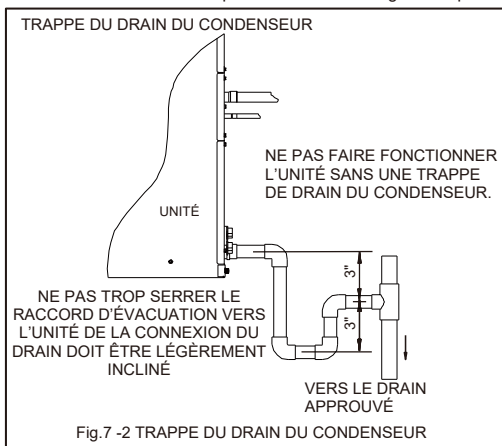

Fig.7 -2 TRAPPE DU DRAIN DU CONDENSEUR
- Assurez-vous que l'unité est de niveau ou légèrement inclinée vers la connexion évacuation principale afin que l'eau s'écoule complètement du bac. (Voir la fig. 7 -2)